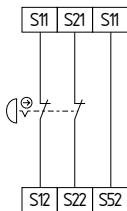

Abb. 9
**Zweikanalige NOT-HALT-Schaltung mit Befehlsgeräten nach DIN EN ISO 13850 (EN 418) und EN 60947-5-5 (siehe Abb. 9)**